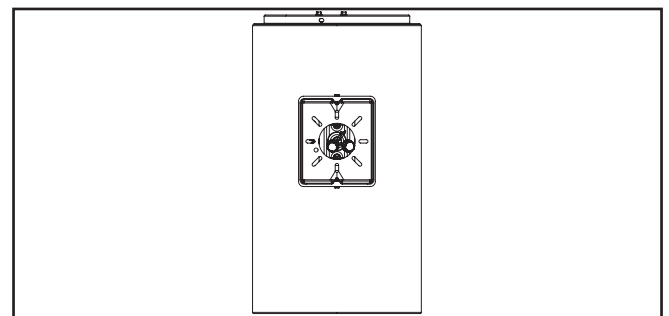

Figura 1.
1. Coloque la placa de montaje en pared en la caja de empalme usando los accesorios de montaje para este tipo de cajas (de otras marcas) y ajuste a un par de torsión de 17 pulg./lb (1,92 Nm) si utiliza un tornillo de 8-32 (Figura 1).